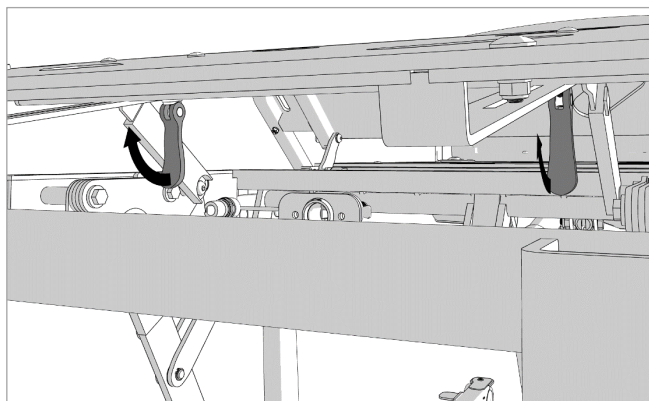
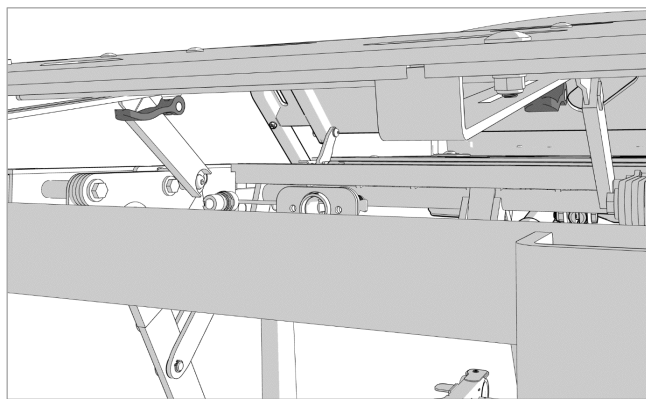

Afbeelding 11.11
Afbeelding 11.12
5. Houd het ligvlak van de beensteun bij de handgrepen vast (zoals hieronder aangegeven) en trek het uit tot de gewenste verlenging zoals in de Afbeelding 11.11 en Afbeelding 11.12.